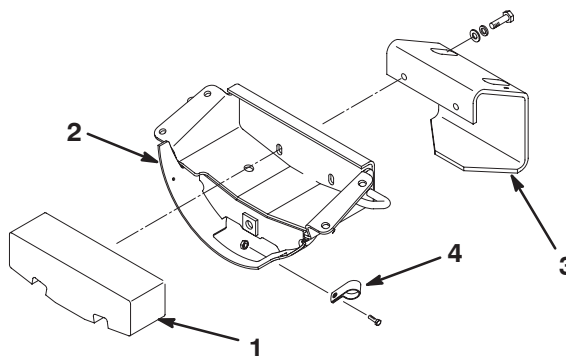

Figure 4
1. Retirez 2 vis (1/2 x 3/4 pouce), rondelles-freins et rondelles plates qui fixent la masse arrière au support de pont (Fig. 4).